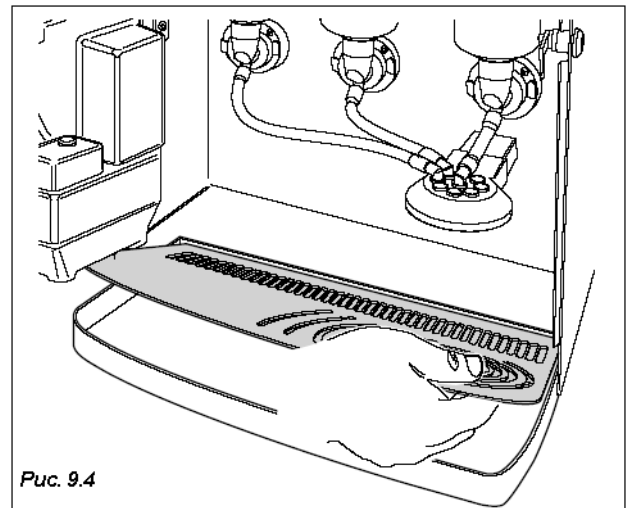

Рис. 9.4
- воронку для воды (2), смесительные емкости (3) и основание смесителя (4);
- раздаточную камеру (Рис. 9.4);